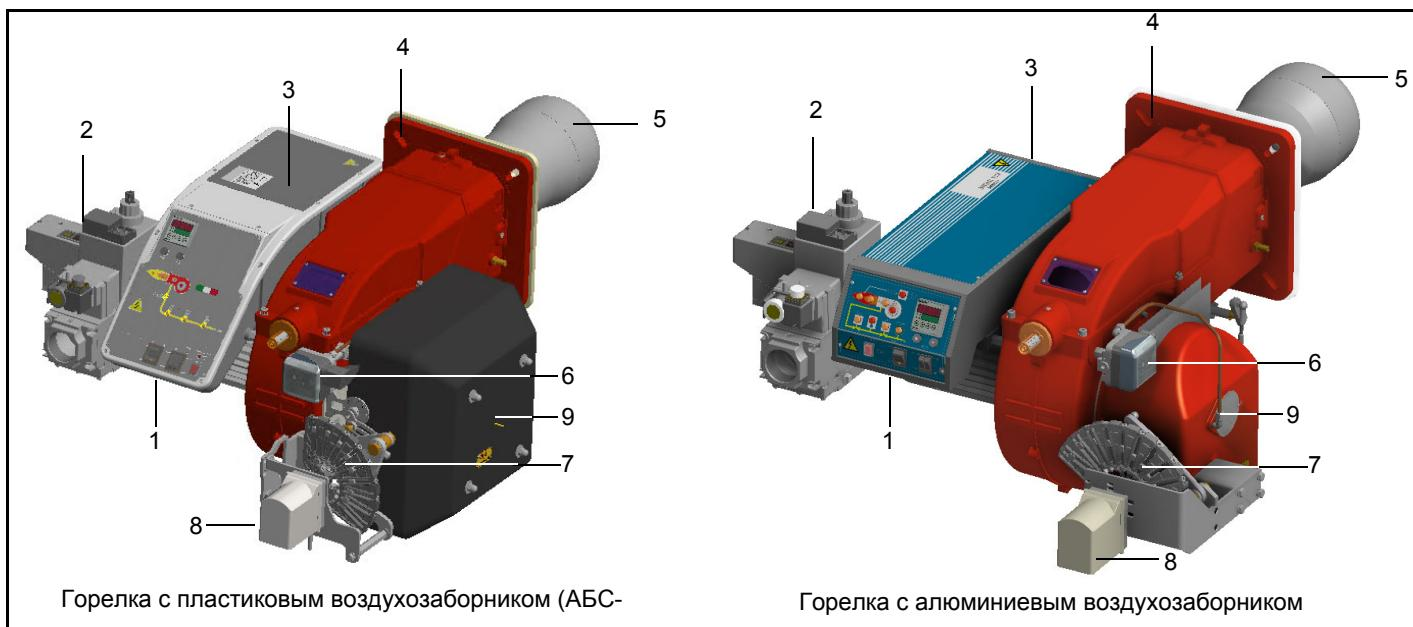

Рис. 1
- Открутите винт, как показано на рис. 1